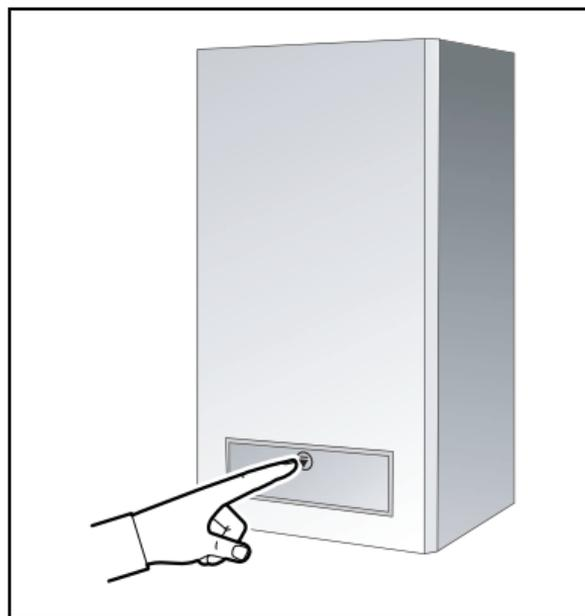

Fig. 1 Apertura dello sportellino
- Aprire lo sportellino sul lato anteriore dell'apparecchio: per sbloccarlo premere nel punto corrispondente posto nella parte alta dello sportellino (fig. 1).
- Aprire lo sportellino sul lato anteriore dell'apparecchio: per sbloccarlo premere sul riferimento posto nella parte alta dello sportellino (fig. 1).